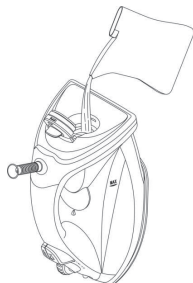

Figure 3
4. Maintenir le fer avec le talon vers le haut et verser de l'eau jusqu'au niveau maximum (figure 3).